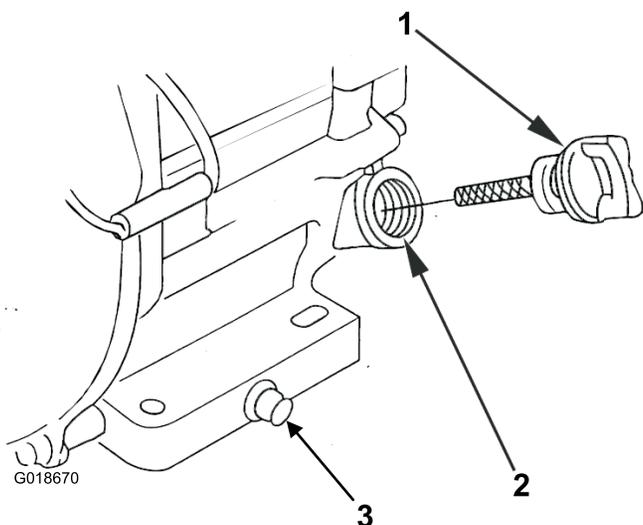

Figura 13
1. Posicione el rodillo para greens en una superficie plana con el motor nivelado. Pare el motor, espere a que se enfríe y limpie la zona alrededor del tapón de llenado/varilla (Figura 13).
- Tenga preparado un embudo para colocarlo debajo del tapón de vaciado, retire el tapón y coloque el embudo debajo del tapón para guiar el aceite hacia el recipiente (Figura 13).